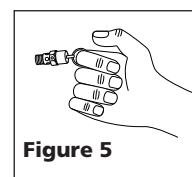

Figure 5
1. Ce bouton règle la pression à un outil pneumatique ou à un pistolet pulvérisateur. (Voir Figure 5)